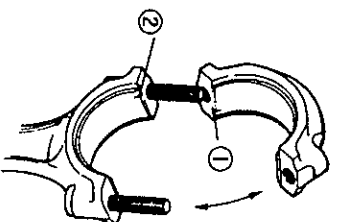

Fig. 3-112
Dos mescas (1) (2) (vea la Fig. 3-112) determinan la posición de cada tapa del cojinete de cabeza de biela. Cuando se montan estas tapas en la dirección de la mescas (2).